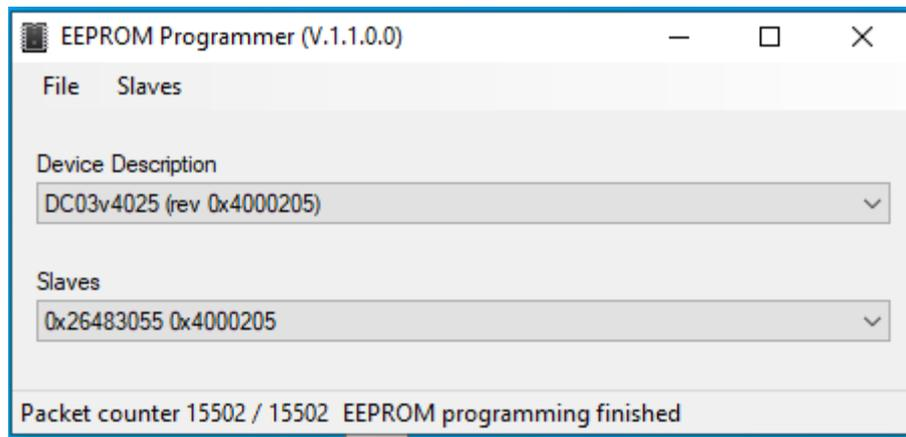

Рисунок 6
2.6.7 После окончания программирования в нижней части главного окна утилиты появится сообщение о полном количестве переданных пакетов и об окончании программирования (рисунок 6).